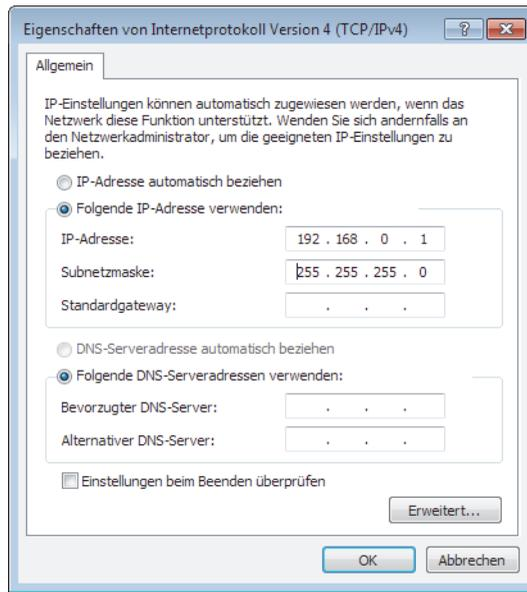

Abbildung 7-23 Dialogfeld Eigenschaften von Internetprotokoll Version 4 (TCP/IPv4) (Windows 7)
7. Wählen Sie im Dialogfeld **Internet Protocol Version 4 (TCP/IPv4)** die Option **Folgende IP-Adresse verwenden** aus (siehe Abbildung 7-23 auf Seite 238).